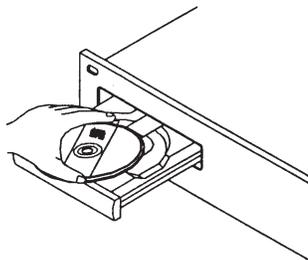
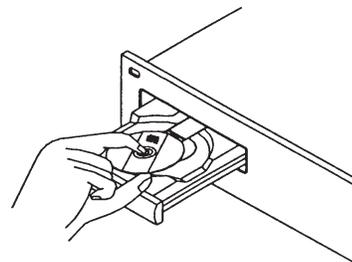

Figura 2: disco de 5 in/12 cm
Figura 3: disco de 3 in/8 cm
El UCD-100 MKIII puede reproducir tanto discos compactos (CD) de 3 pulgadas (8 cm) como de 5 pulgadas (12 cm). Los CDs con formas irregulares u ovals no son compatibles. Cuando cargue un CD en la unidad, agarre siempre el disco por sus bordes y colóquelo en la bandeja de disco. Nunca toque la superficie con los datos (la parte brillante). Cuando use discos de 5 pulgadas/12 cm, coloque el disco en las guías exteriores de la bandeja (Figura 2), y cuando use discos de 3 pulgadas/8 cm, colóquelos con seguridad en las guías interiores (Figura 3).